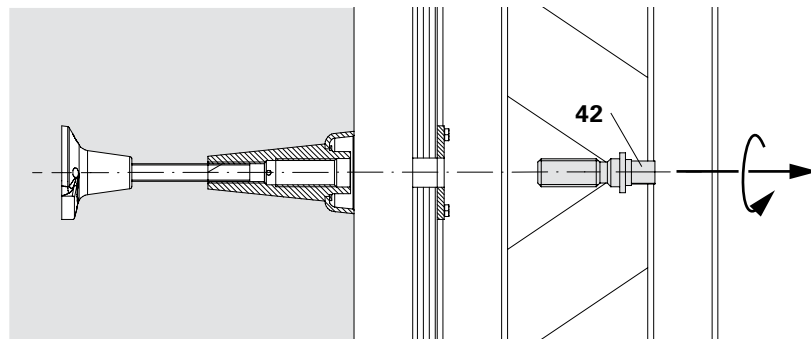

Fig. B1.14
- Allentare e rimuovere tutte le viti di predisposizione M24 (42) dal retro della cassaforma.
- (Fig. B1.14)